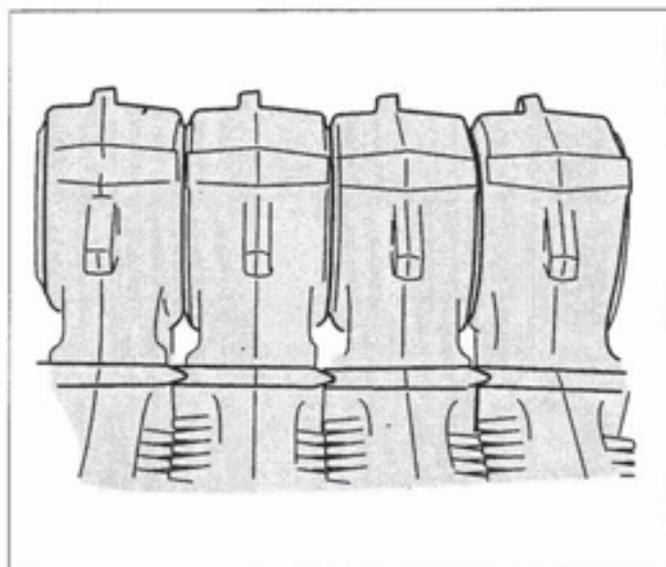

Abb. 12 Beispiel: GE434
- Stoßen die Kesselnaben zusammen (Abb. 12: Beispiel GE434), so ist jedes weitere gewaltsame Zusammenpressen zu unterlassen.